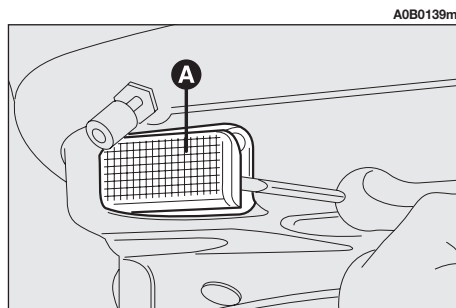

fig. 57
- Sortir le plafonnier (**A-fig. 57**) en faisant levier avec un tournevis à lame plate au point indiqué.